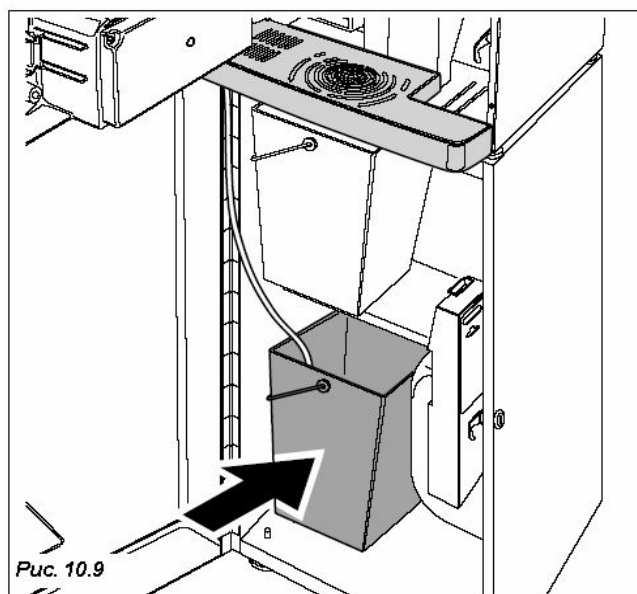

Рис. 10.9
- Установите на место емкость для сбора жидкости и проверьте, установлено ли внизу ведро (Рис. 10.9).